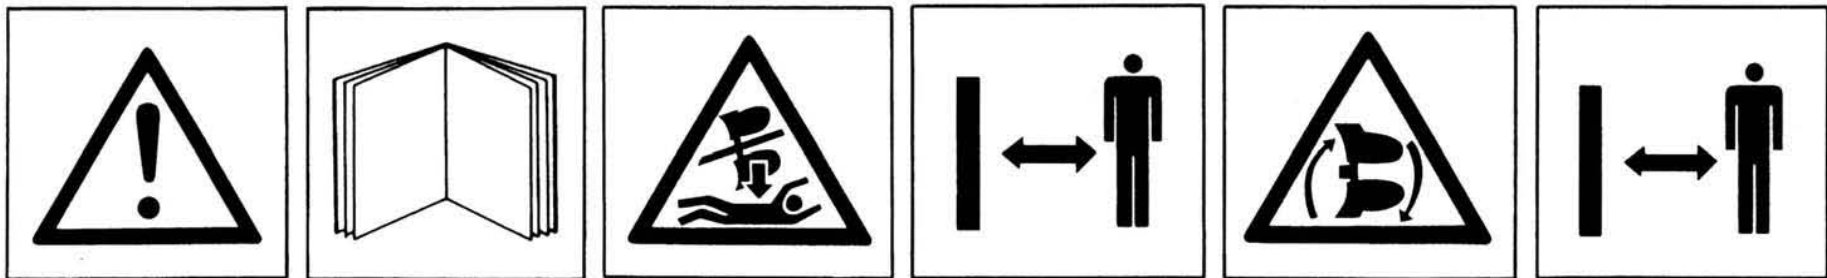

Fig. 1
- 1.- Prestar atención a los símbolos de peligro y advertencia expuestos en este manual (Fig. 1). e indicados en el arado.
- 1.- Comply with the instructions given by the danger signals exposed in this handbook (Fig.1) and affixed to the plough itself.
- 1.-Faites attention aux symboles de danger que vous trouverez dans cette brochure (Fig.1) et sur la charrue.
(Fig.1)